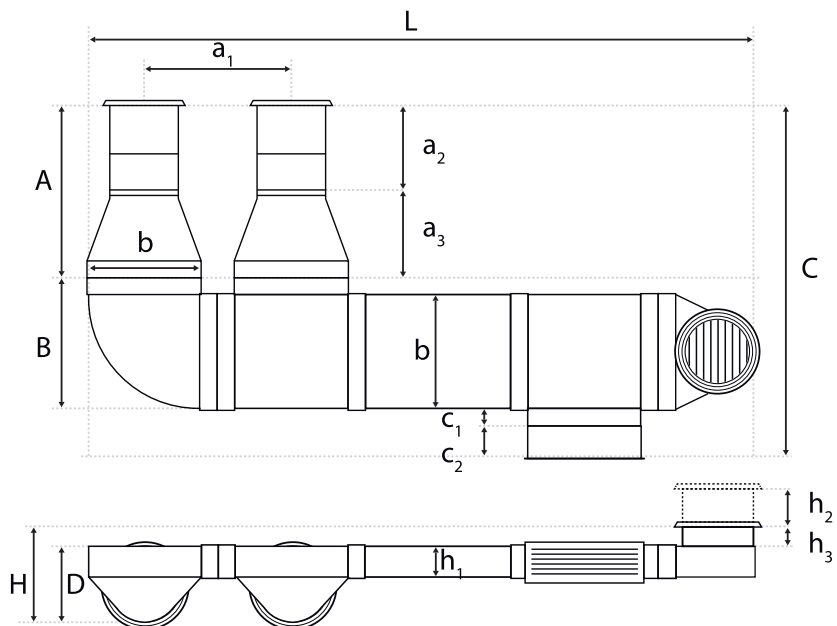

Рис.3 Комплектация моделей WFA30, WFA30t, WFA70, WFA70t
1. В нижней части оконного проёма необходимо подготовить нишу для размещения рекуператора с размерами в соответствии с таблицей массогабаритных показателей (рис. 3). Размеры ниши должны быть рассчитаны таким образом, чтобы между корпусом рекуператора и стенками ниши было пространство в 2-3 см для прокладки теплоизоляционного материала.
2. В стене с помощью инструмента предназначенного для работы с материалом, из которого изготовлены стены, необходимо проделать сквозные каналы (с небольшим уклоном 2-3 градуса в сторону улицы) для притока и вытяжки на расстоянии в соответствии с таблицей массогабаритных показателей и присоединительных размеров (рис. 3.).